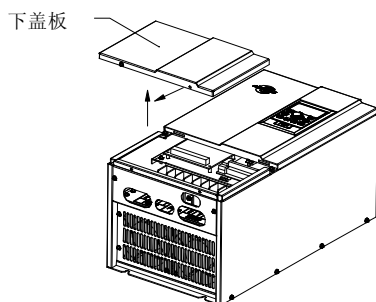

图 3-3 钣金外壳下盖板拆卸图
18.5kW 及以上 CDE300 变频器采用钣金外壳，钣金外壳下盖板的拆卸参见图 3-3。